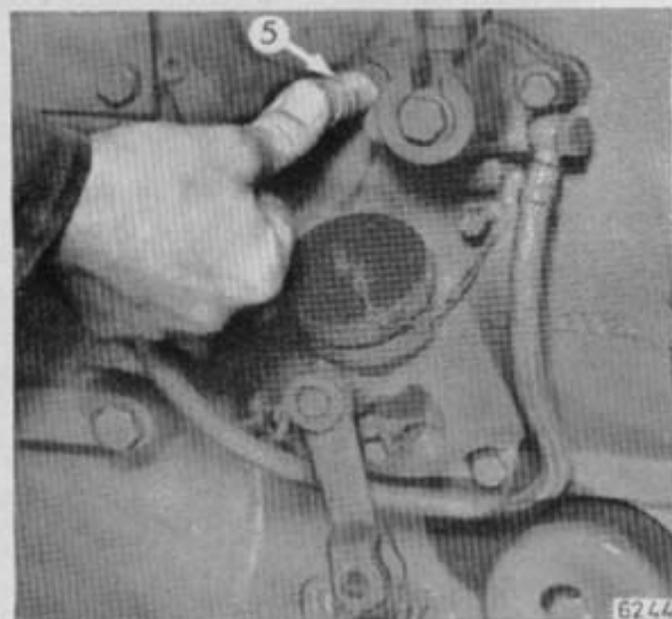

Bild 11
4. Dekompressionsschaltwelle\*) 5 (Bild 11) eindrücken.